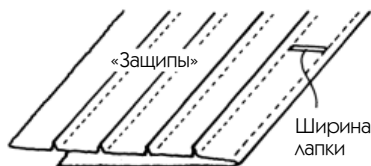

Рис. 395
2. После выполнения первого защипа нужно определить промежуток между ним и следующим защипом, т. к. он легко застрачивается, только если предыдущий защип удален от него на достаточное расстояние, позволяя пройти слева от лапки машины, а не под ней (см. рис. 395).